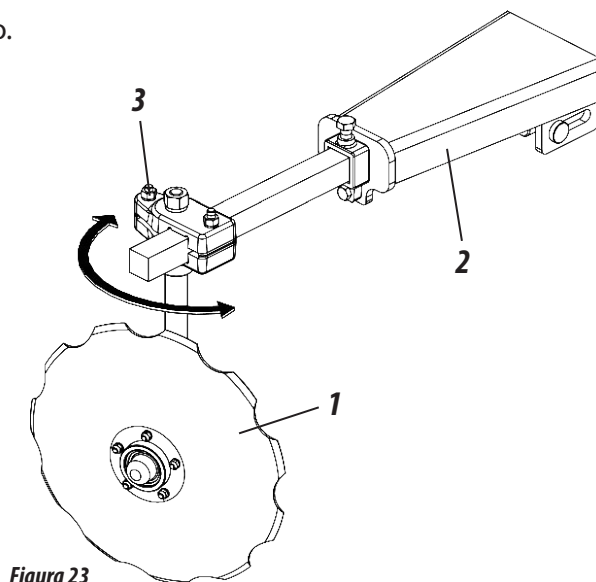

Figura 23
**REGULADO DE LOS DISCOS DE LOS MARCADORES DE LÍNEA (FIGURA 23)**